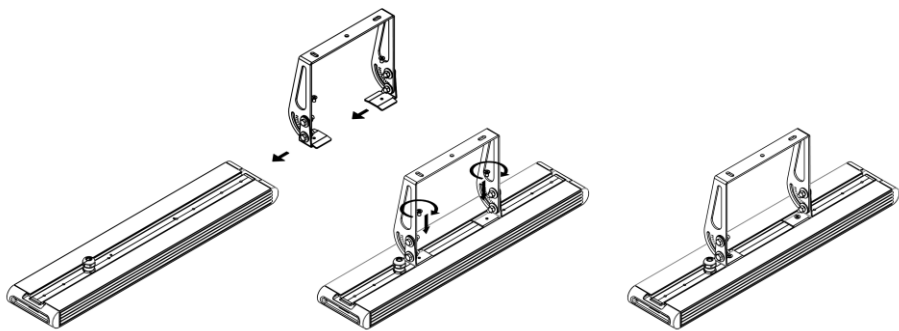

Рисунок 7 — Установка крепления Скоба малая с регулировкой (на примере Element 0,5x1).
5.5.1. Распакуйте крепление и установите на светильнике (см рисунок 7). Заведите крепление в паз на корпусе светильника. Для фиксации крепления на корпусе светильника имеются 2 отверстия. Совместите отверстия на креплении с отверстиями на корпусе. Шаг между винтами на креплении должен совпасть с шагом между винтами на корпусе. Крепление должно встать симметрично поперечной оси светильника. Вкрутите два винта М5, идущих в комплекте для фиксации крепления на корпусе светильника (см. рисунок 4, б).